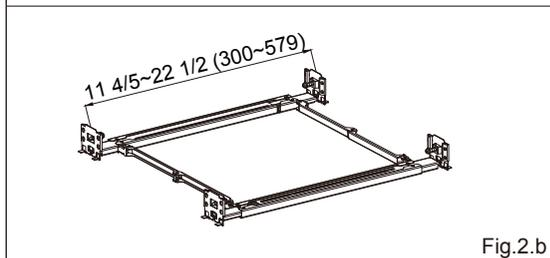

Fig.2.b
1. Pliez 8 attaches comme (Fig 2.a), et déployez l'assemblage de tasseau (Fig.2.b).
L'attache Fig.2.a